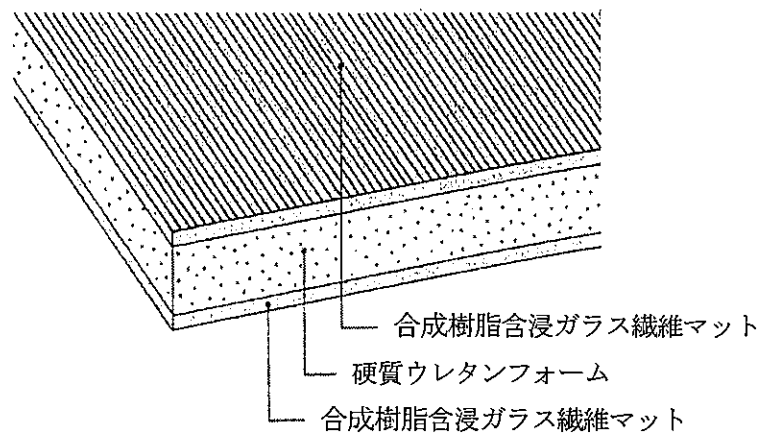

図3 硬質ウレタンフォーム保温板の断面構成
断熱材	<p>以下の硬質ウレタンフォーム保温板を2枚以下の重ね張り</p> <p>硬質ウレタンフォーム保温板： 厚さ 20.0 (-2.0) ~100.0 (+2.0) mm 質量 1000 (-100) ~4400 (+100) g/m² (1層当り) 合成樹脂含浸ガラス繊維マット：厚さ 0.3mm、質量 95 (±10) g/m² (片面当り) ガラス繊維マット：質量 45 (±5) g/m² (アクリル系バインダー15質量%含む) 変性エチレン系樹脂：質量 50 (±5) g/m²</p> <p>硬質ウレタンフォーム： 厚さ 20.0 (-1.0) ~100.0 (+1.0) mm、密度 40 (±5) kg/m³ ポリオール：イソシアネート=40 (±5) :60 (±5) 発泡剤：炭化水素系発泡剤 酸素指数 21.3 以上</p> <p>・硬質ウレタンフォーム保温板の断面構成を図3に示す。</p> <p>硬質ウレタンフォーム保温板相互及び下面の接着は以下(1)、(2)のいずれか一仕様とする。</p> <p>(1) 改質アスファルト：固形量 500~1500g/m² (1層当り) (2) 防水工専用アスファルト：固形量 500~1500g/m² (1層当り) (引火点 280~350℃ (JIS K 2207 による)) (3) アクリル系接着剤：固形量 100~1000g/m²、有機質 48 質量%以下 (1層当り)</p>